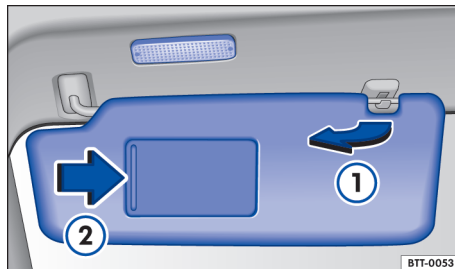

Fig. 73 Parasol.
- Desencajar del soporte y girar en la dirección de las puertas → fig. 73 ①.
En la parte posterior del parasol se encuentra un espejo de cortesía provisto de una tapa. Al abrir la cubierta → fig. 73 ② se enciende una luz.